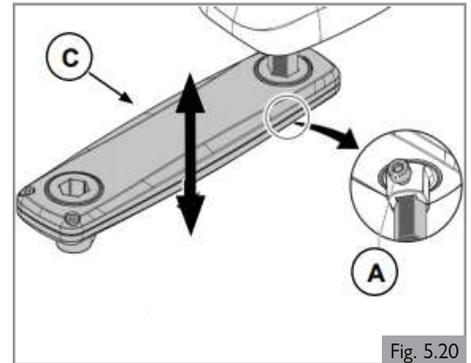
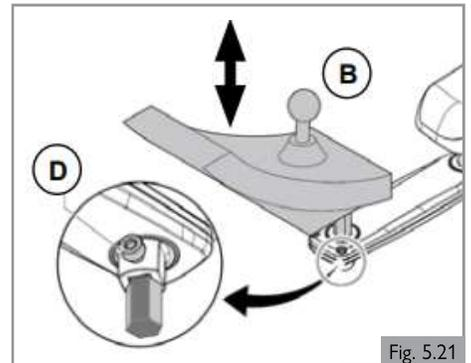

Fig. 5.20
Fig. 5.21
1. Desserrez (A) d'un tour.
2. Ajustez (B) à la position désirée.
3. Resserrez (A). Les couples de serrage sont indiqués à la section 8.
#### Hauteur du boîtier de commande (1) (Fig. 5.20)
2. Réglez (C) à la position désirée.
#### Hauteur du boîtier de commande (2) (Fig. 5.21)
1. Desserrez (D) d'un tour.
3. Resserrez (D). Les couples de serrage sont indiqués à la section 8.